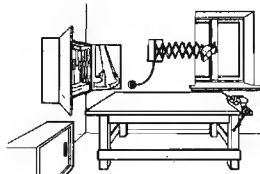
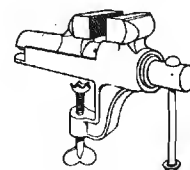
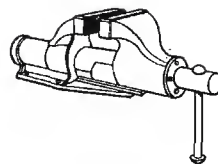

Fig. 787. Un posto di lavoro ben attrezzato.
Fig. 788. Morsa parallela da banco.
Fig. 789. Morsa parallela da banco, avvitata.
Quanto detto precedentemente in merito all'attrezzatura del posto di lavoro per le costruzioni in legno vale, in sostanza, anche in questo campo: un tavolo ben solido, una buona illuminazione, attrezzi a portata di mano in una cassetta attaccata vicino al tavolo. Inoltre occorre poter disporre di una presa di corrente nelle immediate vicinanze, per attaccare il cavo del saldatore elettrico (fig. 787).
- morsa parallela da banco, con ganasce di almeno 80 mm di larghezza, forgiata, o in acciaio fuso, che resiste anche a colpi di una certa violenza (fig. 788). Una morsa sicura e di dimensioni sufficienti è indispensabile per quasi ogni lavoro su metallo, per cui non conviene fare economie in questo settore. Se la morsa non deve essere tolta, è preferibile usare il tipo senza morsetto, da imbullonare sul tavolo (fig. 789). Per evitare che le ganasce si rompano, e per assicurare una buona presa, i pezzi piccoli si fissano sempre nel centro della morsa; se eccezionalmente dobbiamo fissare uno lateralmente, bisogna inserire un pezzo di metallo di uguale spessore sull'altro lato dell'apertura. La morsa si fissa opportunamente nell'angolo destro anteriore del tavolo, affinché il pezzo da lavorare possa essere avvicinato da tre direzioni (fig. 787);